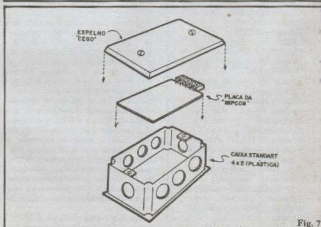

Fig. 7
- - O acondicionamento da MIPCOB está prevista para uma caixa standard de instalação elétrica, tamanho 4" x 2", vedada por "espelho cego". Deve ser usada caixa plástica para evitar problemas de "curtos" (ver fig. 7, mais adiante).
Para finalizar, a fig. 7 mostra como o circuito da MIPCOB pode ser acondicionado numa caixa plástica *standart*, tamanho 4" x 2" (ou maior, para quem gosta de trabalhar "com folga"), devidamente vedada por um "espelho cego". Com tal acondicionamento, a eventual manutenção ficará facilitada e dentro das normas de engenharia elétrica. Para evitar problemas com "curtos" ou contatos indevidos, recomenda-se o uso de